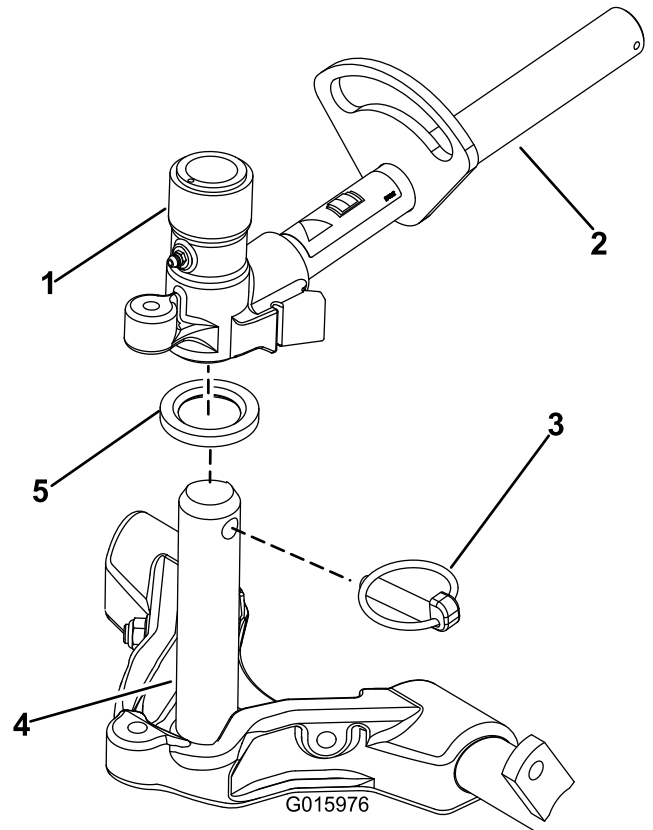

Figura 14
8. Unte el eje del bastidor de tiro con grasa limpia (Figura 14)
9. En el caso de las unidades de corte delanteras, deslice una unidad de corte debajo del brazo de elevación mientras coloca el eje del bastidor de tiro en la horquilla de pivote del brazo de elevación (Figura 14). Asegúrese de que la arandela de empuje está correctamente posicionada en el eje del bastidor de tiro.
10. Sujete el eje del bastidor de tiro a la horquilla del brazo de elevación con el pasador Klik (Figura 14).
- B. Introduzca la horquilla del brazo de elevación en el eje del bastidor de tiro (Figura 14).